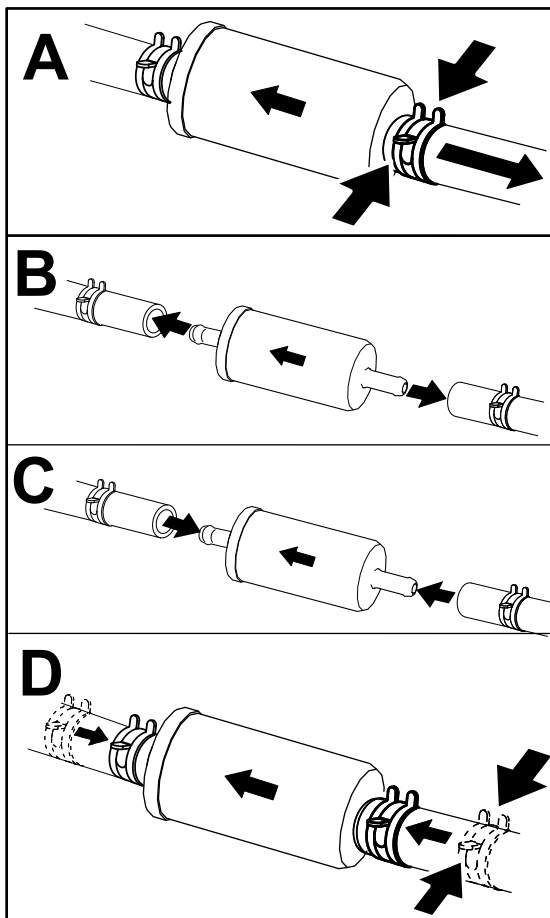

Figura 47
3. Sostituire il filtro (Figura 47).